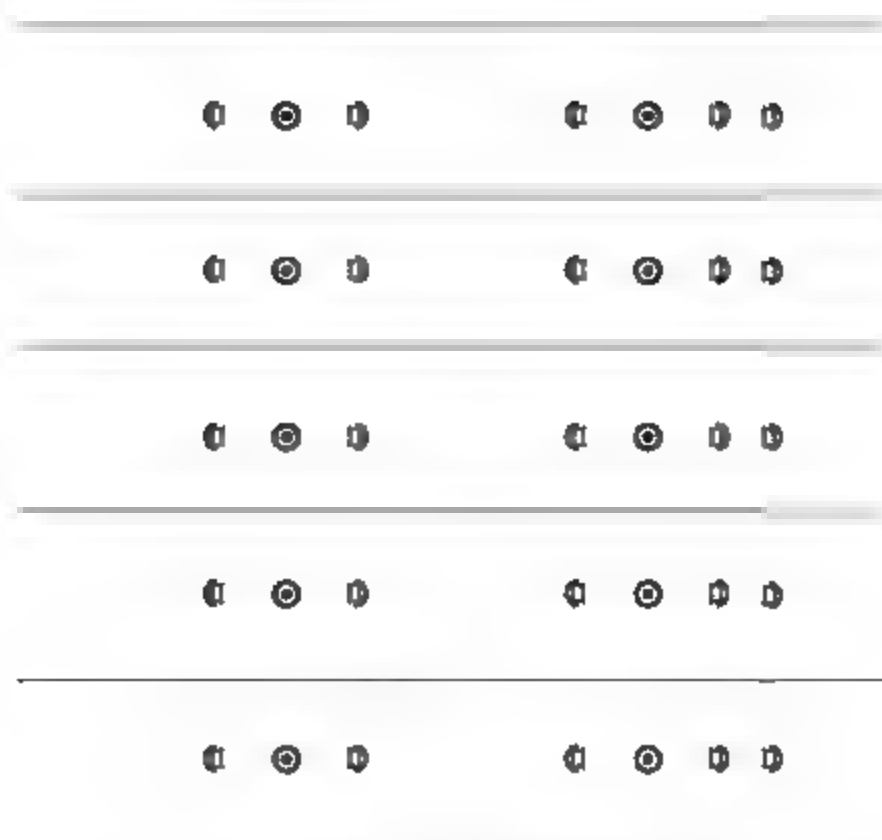

图13-45 布置设备
**02** 在本书配备资源中的“素材\第13章\电气图例.dwg”文件选择分线盒、对讲机图块，将其复制粘贴至系统图中，如图13-45所示。